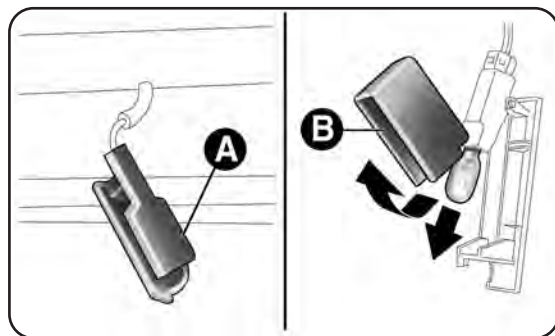

fig. 149
- apri la porta (anteriore o posteriore) ed estrai la plafoniera A-fig. 149;